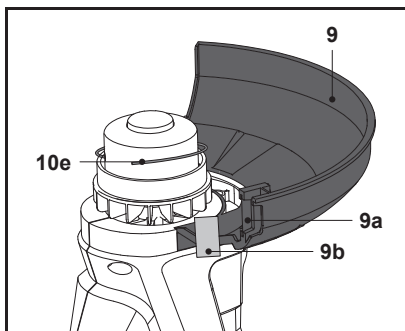

Fig. 6
La protección (9) protege al usuario frente a objetos despedidos durante su uso. Está equipada con una cuchilla (9a) que corta los hilos de corte (10e) (Fig. 6).